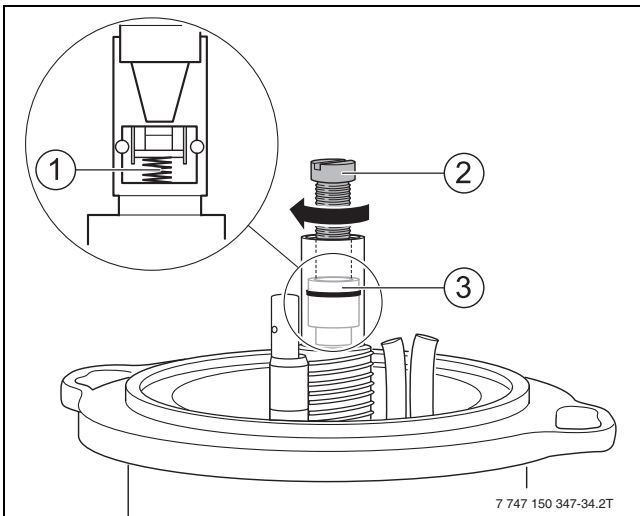

Bild 40 Abschlussventil austauschen
- ▶ Schraube M5 x 50 (→ Bild 40, [2]) einschrauben.
- ▶ Abschlussventil herausziehen (→ Bild 40, [3]).